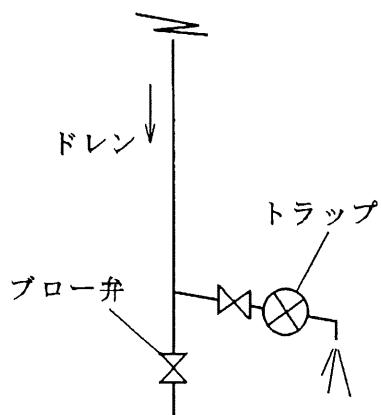

図 2
- 3.1 水平配管に、弁箱の流れ方向矢印を流体の流れ方向に合せて、なるべく垂直に取り付けてください。(図 2)